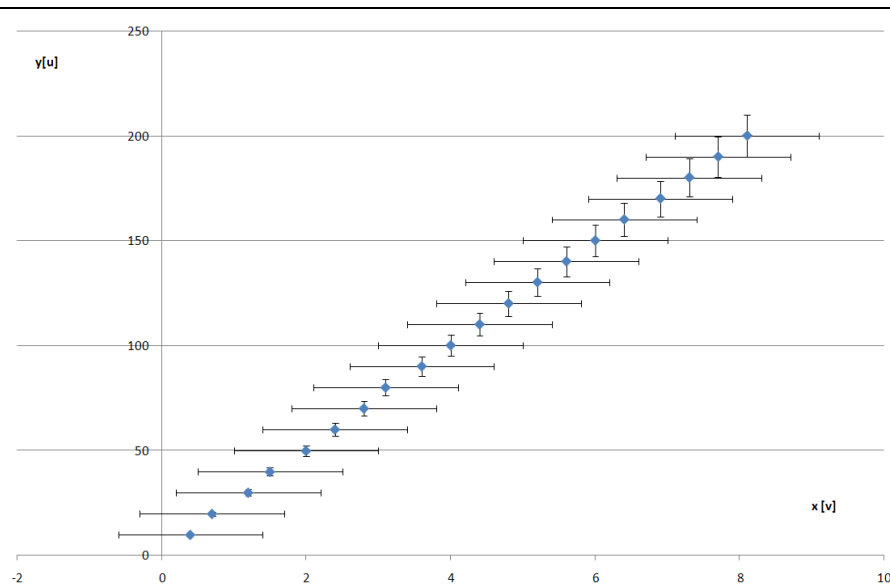
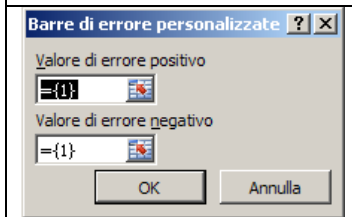

Figura 10 – Grafico con gli errori
Figura 9 – Inserimento barre di errore
- mettere la spunta su Personalizzato, appare il menu di figura 9, scegliere sia per il valore di errore positivo, che per quello negativo il contenuto della zona B3:B22, si ottiene il grafico di figura 10 in cui sono state inserite in modo automatico le barre di errore sui valori di X, che però non sempre corrispondono a quelle volute.